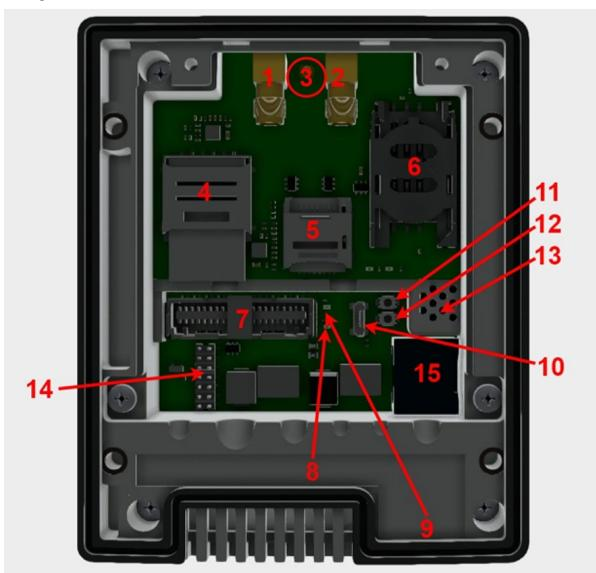

Рис. 2
- 2 Интерфейсный отсек (Рис. 2)